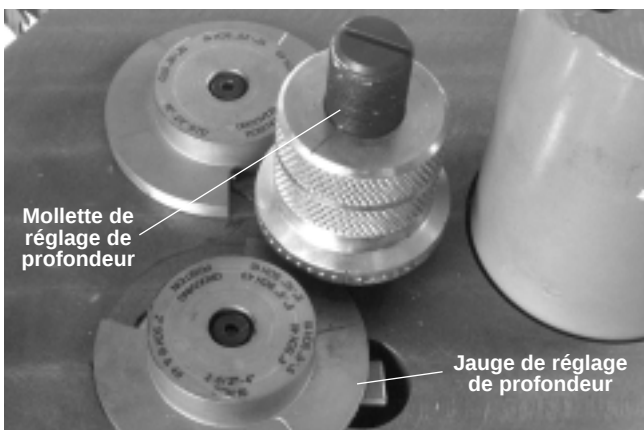

Figure 15
2. Positionnez la partie correspondante de la jauge sous la molette de réglage (*Figure 15*).